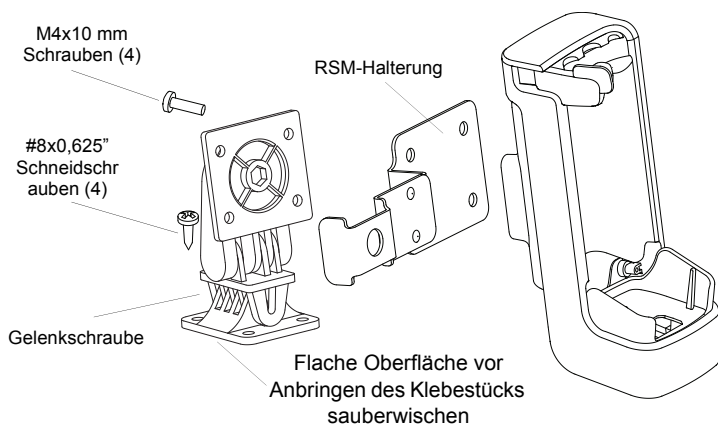

Abb. 2. Verwenden Sie beim Einbauen der Halterung das folgende Verfahren oder ändern Sie es entsprechend dem jeweiligen Fahrzeug ab
Schritte an das jeweilige Fahrzeug an, siehe Abb. 2 oben.
5. Befestigen Sie das Ladegerät bzw. den Halter mit vier M4x10-mm-Schrauben an der anderen Hälfte der Halterung. Sie können die RSM-Halterung dazwischen anbringen oder, wie in Abbildung 2 dargestellt, separat installieren.